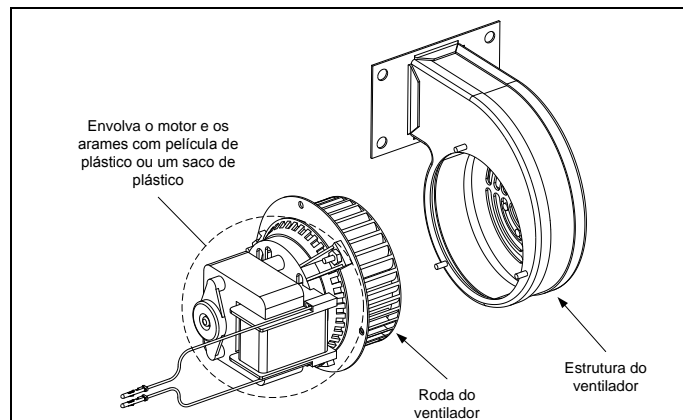

Figura 3
3. Envolve o motor com película de plástico de forma a prevenir que a água entre no mesmo. Pulverize desengordurador ou detergente na roda e na estrutura do ventilador. Permita que seja embebido durante 5 minutos. Enxagúe a roda e a estrutura com água quente canalizada, de seguida, seque com um pano limpo (veja a Figura 3).